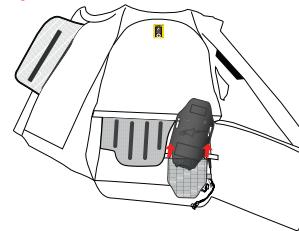

Figura 13
- Rimuovere l'Alloggiamento del Gonfiatore (4) dalla tasca aprendo i due ganci di fissaggio (Figura 13).
**AVVERTENZA!** Per rimuovere l'alloggiamento del gonfiatore non è necessario aprirlo. Non aprire l'Alloggiamento del Gonfiatore (4). Solo i Rivenditori autorizzati Alpinestars possono aprire l'Alloggiamento del Gonfiatore (4) a scopo di manutenzione.